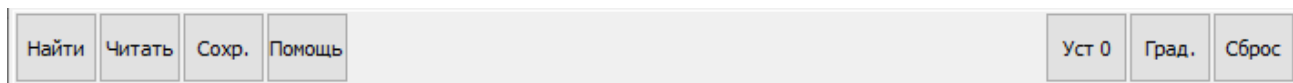
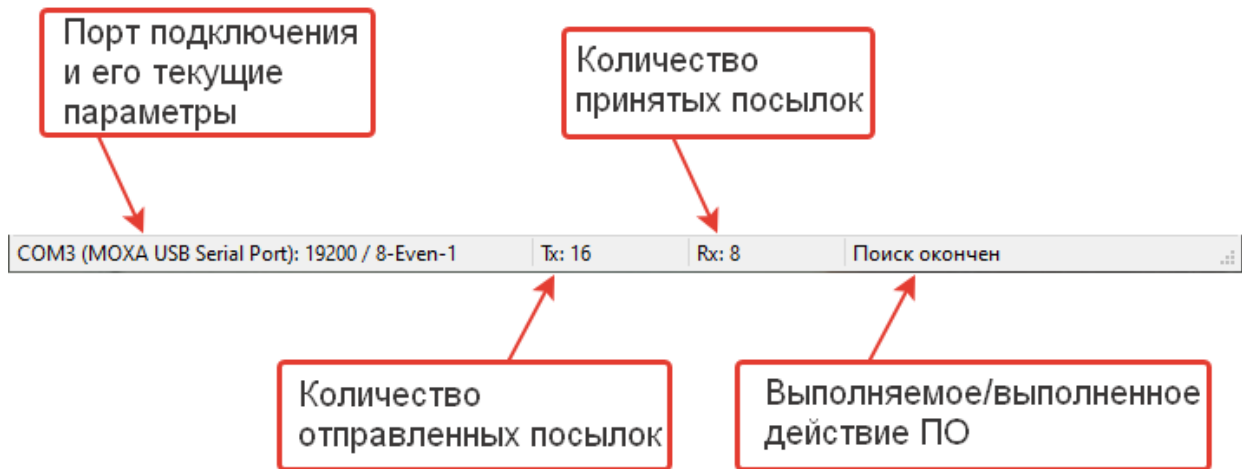

Рисунок 2 – Командное поле ПО «IGM Tool»
Рисунок 9 – Строка состояния
- 1) В командном поле, нажать кнопку «Найти» (рисунок 2), после чего начнется опрос адресов. Информация об опросе будет отображаться в строке состояния (рисунок 9);
- 3) Для автоматического обновления данных, нажать кнопку «Читать» в командном поле. Для отключения автоматического обновления данных, нажать кнопку «Стоп» (рисунок 2);